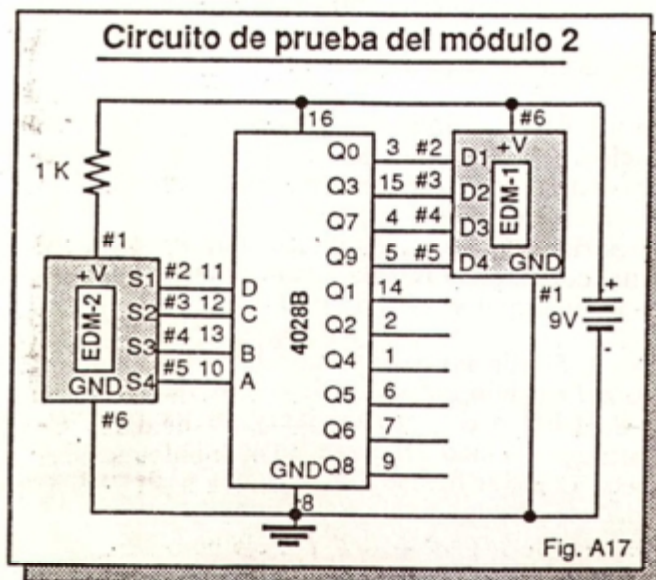

Fig. A17
Para verificar la operación y el uso del módulo 2, emplearemos el circuito de prueba de la figura A17. Se trata de un decodificador de BCD a decimal con el CI 4028B (ver lección 10, páginas 121 a 123). El circuito reconoce un código BCD aplicado en las entradas DCBA activando una de las salidas Q0-Q9.
Antes de ensamblar el circuito de la figura A17 en su *proto-board*, conviene realizar una ligera modificación técnica en el trazado del circuito impreso del módulo 1, con el fin de hacerlo más versátil, adaptable a varias necesidades y compatible con TTL.
**Paso 5** Arme sobre su *proto-board* el circuito de la figura A17, como se indica en la figura A20. Inserte con cuidado el circuito integrado 4028B y los módulos EDM-1 y EDM-2. Realice las distintas conexiones empleando puentes cortos.